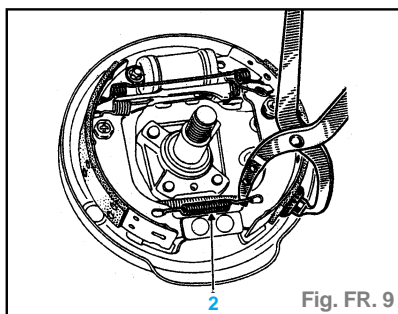

Fig. FR. 9
- Déposer le ressort inférieur (2) avec une pince pour segment de frein (fig. FR. 9).